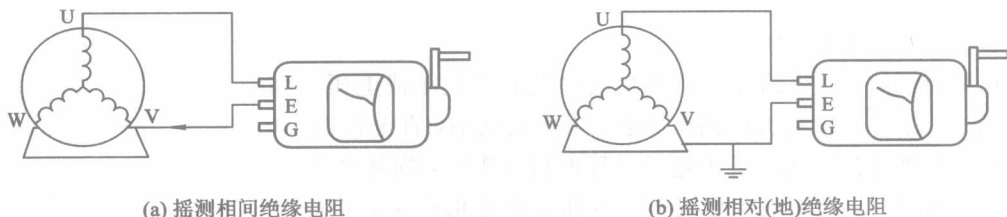

图 1.3.1 摇测电机绝缘的接线示意图
(1) 测量前要先切断被测设备的电源，并将设备的导电部分与大地接通，进行充分放电，以保证安全。用兆欧表测量过的电气设备也要及时接地放电，方可进行再次测量。
(2) 测量前要先检查兆欧表是否完好，即在兆欧表未接上被测物体之前，摇动手柄使发电机达到额定转速(120r/min)，观察指针是否指在标尺的“ ∞ ”位置。将接线柱“线”(L)和“地”(E)短接，缓慢摇动手柄，观察指针是否迅速指在标尺的“0”位。若指针不能指到该指的位置，则表明兆欧表有故障，应检修后再用。
(3) 正确接线。兆欧表上有三个接线柱，分别标有 L(线路)、E(接地)和 G(屏蔽)。其中，L 接在被测物和大地绝缘的导体部分；E 接在被测物的外壳或其他相关导体部分或大地；G 接在被测物的屏蔽环上或不需要测量的部分。
(4) 测量三相绕组之间的绝缘电阻，即测量相间绝缘时应将两表笔分别接 U - V、V - W、W - U(A - B、B - C、A - C)，接线端子接线如图 1.3.1(a)所示。若测量的是线路对大地的绝缘电阻，则应将被测端接到 L 端子，被测外壳接到 E 端子；如测三相电动机绕组对外壳的绝缘电阻时，接线如图 1.3.1(b)所示。